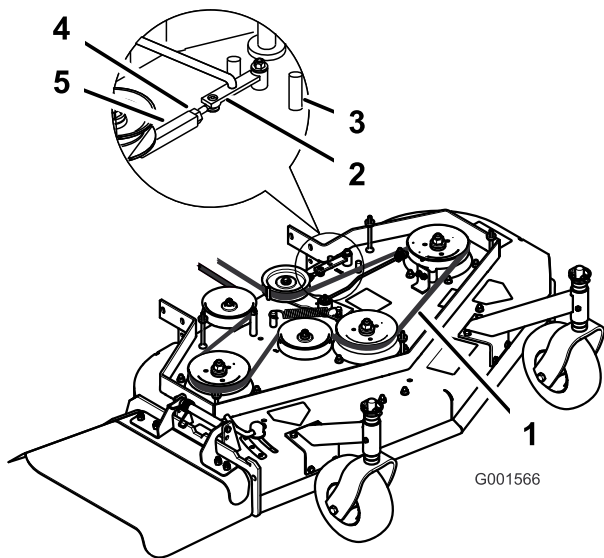

**Figura 43**
**Nota:** La tensión correcta de la correa del cortacésped es de 44-67 N-m (10-15 pies-libra) con la correa desviada 13 mm (1/2 pulgada) en el punto intermedio entre las poleas (Figura 42 o Figura 43).
**Nota:** La tensión correcta de la correa del cortacésped es de 44-67 N-m (10-15 pies-libra) con la correa desviada 13 mm (1/2 pulgada) en el punto intermedio entre las poleas (Figura 43).